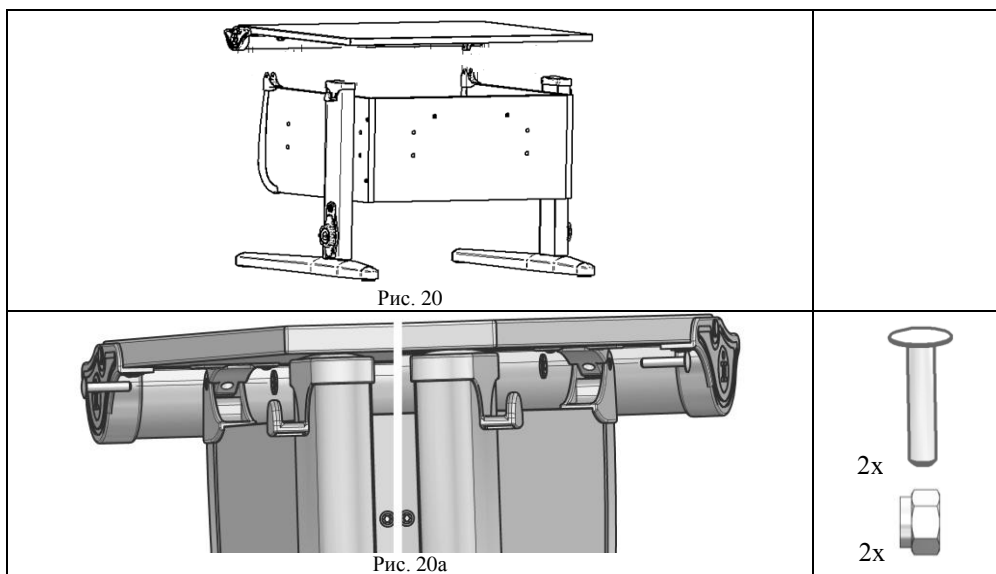

Рис. 20
4.6.1. На основание стола (сборка по п.4.4.2.) положить сверху столешницу (сборка по п.4.5.7.), так что бы выступы верхних частей шарниров входили в пазы нижних частей шарниров, а оси отверстий совпадали, см. рис.20. В отверстия шарниров вставить винты М6х32 (поз. 8, пакет №75) и накрутить гайки самоконтрящиеся (поз. 4, пакет №75) согласно рис. 20а.
Рис. 20а